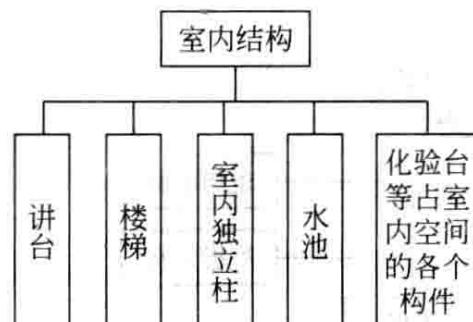

图 1-7 首层室内结构包括的构件
(3) 室内结构包括的构件 首层室内结构包括的构件如图 1-7 所示。其中楼梯、水池、化验台属于复合构件, 需要再往下进行分解, 直到能算量为止。